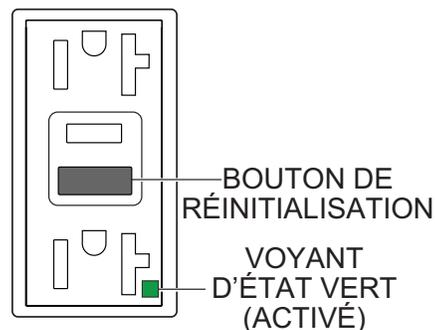

Figure 95. Prise GFCI (ACTIVÉ/Restauration)
5. Appuyez sur le bouton **RESET** (Figure 95) pour rétablir l'alimentation de la prise GFCI et vérifier que le voyant d'état est **ALLUMÉ (VERT)**.